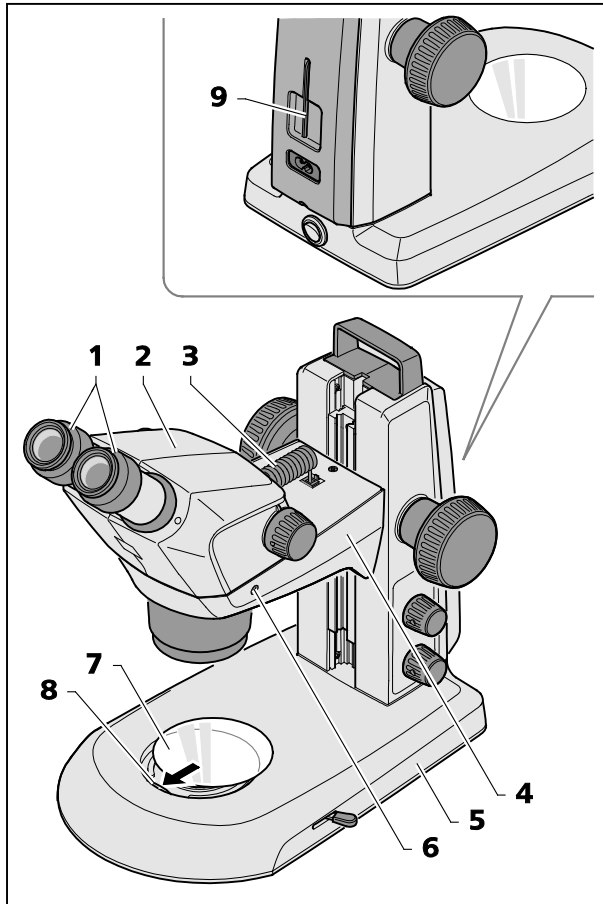

Fig. 10 Montaje del estereomicroscopio
- En caso de que el cuerpo Stemi 305 (Fig. 10/2) todavía no esté montado, insertarlo en el soporte Stemi (Fig. 10/4), ajustarlo y fijarlo con el tornillo de retención (Fig. 10/6). La llave Allen apropiada (Fig. 10/9) se halla en el dispositivo de sujeción situado en el lado posterior del equipo.
- Si los dos oculares todavía no están montados (Fig. 10/1), introducir ambos oculares hasta el tope en los portaoculares.
- Enchufar el cable de conexión incluido en el suministro (Fig. 10/3) en la hembrilla del cuerpo Stemi y en la hembrilla situada en el soporte Stemi.
- Colocar la placa de vidrio o de material plástico blanco/negro (Fig. 10/7) en el asiento situado en el pie de estativo. Presionar simultáneamente la placa de vidrio o de material plástico blanco/negro contra el muelle (Fig. 10/8) y enclavarla.